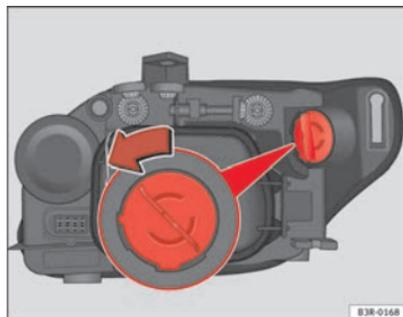

Fig. 191 Lampada luce indicatore di direzione
- Ruotare il portalampada in senso antiorario afferrandolo per l'impugnatura ⇒ fig. 191 ed estrarlo insieme alla lampadina.